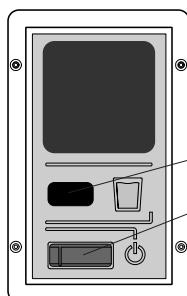

Fig. 10: Manöverpanel AD 5 och AD 6 (version S)
3. Stäng av avfuktaren med huvudströmbrytaren. Tryck därefter på start-/stoppbrytaren (**version E**, fig. 9, pos. 5) (**version S**, fig. 10, pos. 2) på manöverpanelen. När avfuktaren är korrekt ansluten och fuktigheten överstiger inställd fuktighet (**endast version E**) börjar avfuktaren arbeta.
1. Stäng av avfuktaren med start-/stoppbrytaren (fig. 9, pos. 5) och (fig.10 pos. 2).